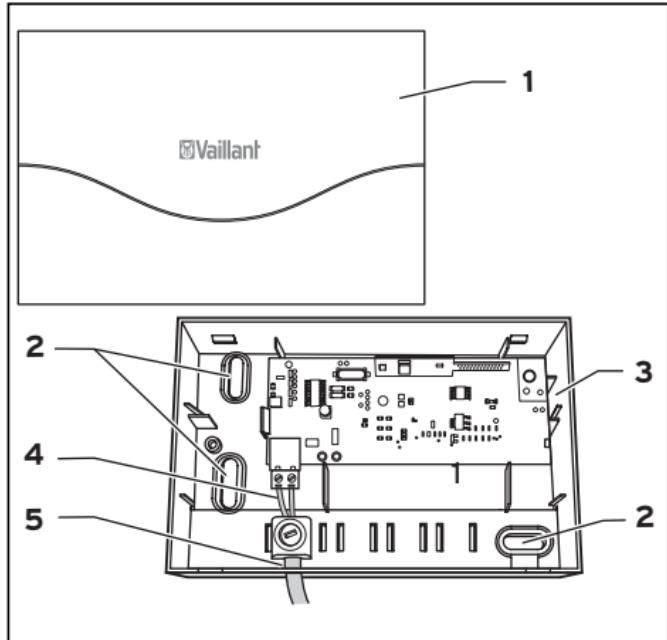

Fig. 9.2 Montering af modtageren
- Bor to fastgørelseshuller (**3**) med en diameter på 6 mm (i overensstemmelse med fig. 9.2), og sæt de vedlagte plugs i.